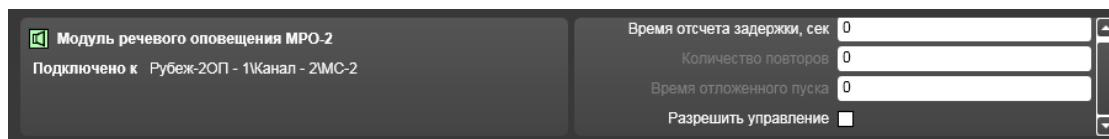

Рисунок 14.3.49 – Свойства адресного исполнительного устройства МРО-2
- 10) При выделенной в рабочей области строке адресного исполнительного устройства МРО-2, поле свойств устройства отображает (Рисунок 14.3.49):